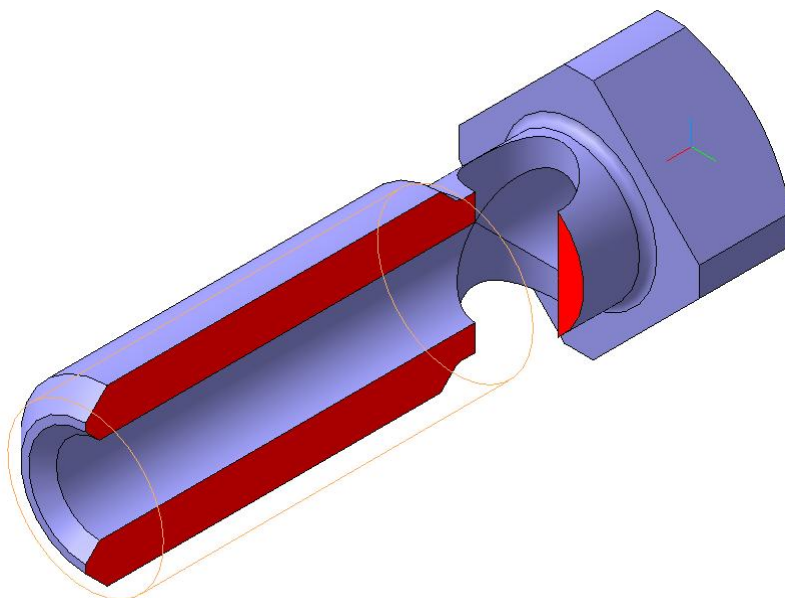

Рис. 93
**Задание.** Выполните пространственную модель детали, рис. 93.